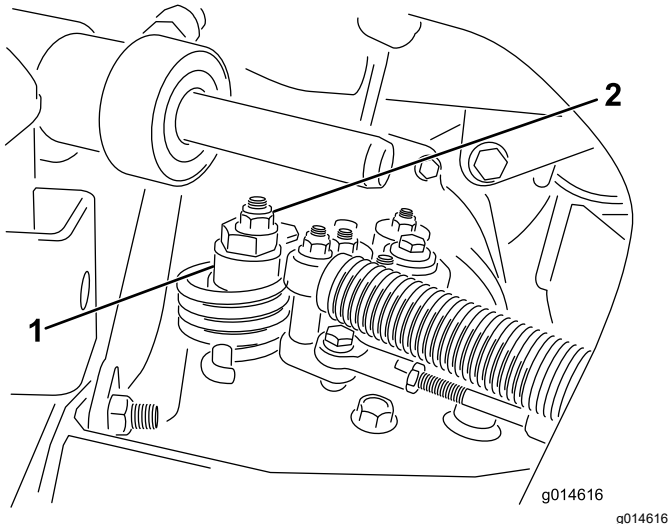

Figura 47
- A. Afloje la tuerca que sujeta el excéntrico a la parte superior del hidrostato (Figura 47).
- C. Gire el excéntrico hasta que no haya movimiento en ningún sentido. Cuando la rueda deje de girar, apriete la tuerca para bloquear el excéntrico y el ajuste (Figura 47). Compruebe el ajuste con el acelerador en las posiciones LENTO y RÁPIDO.